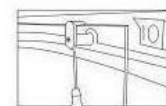

Рис. 5
**Стекланные двери.** Стекланные двери изделия представляют собой раздвижную конструкцию; герметичность дверей обеспечивается за счет магнитного уплотнителя. Двери открываются и закрываются без усилий. Пожалуйста, не открывайте и не закрывайте двери с усилием во избежание повреждения кабины. В случае возникновения затруднений при открывании-закрывании дверей, смажьте направляющие роликов (нижний и верхний профили) силиконовой смазкой и отрегулируйте верхние ролики (рис.5).